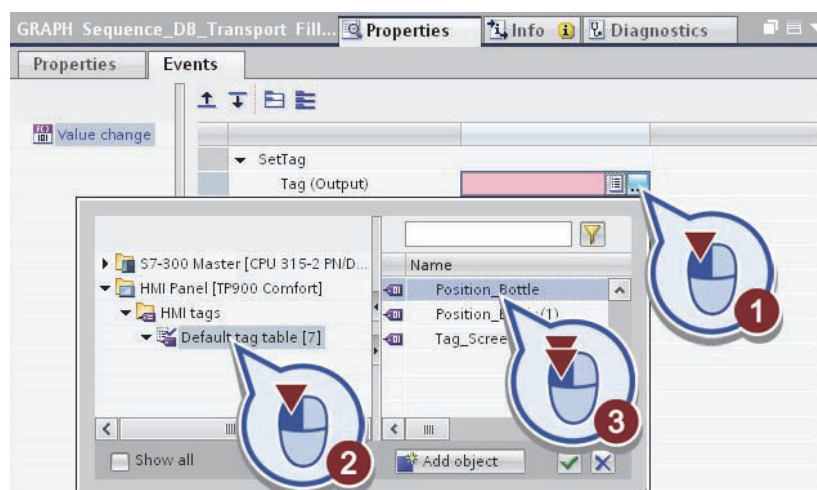

Рис. 3.49. Назначение тега
- Назначьте тег «Position_Bottle» (рис. 3.49):